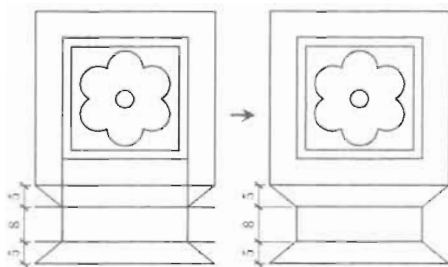

图 10-178
(9) 捕捉第 2 个矩形两侧的端点向下绘制两条直线, 再捕捉交点绘制斜线, 然后单击“修改”工具栏中的“修剪”按钮, 修剪成如图 10-178 所示的图形。